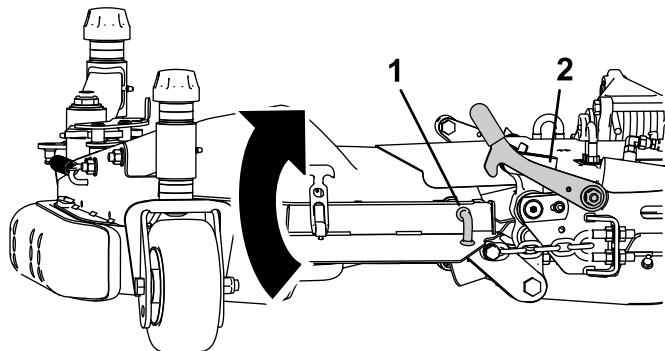

Figura 7
- Eleve a aba lateral e prenda o pino do trinco à pega do trinco (Figura 7).